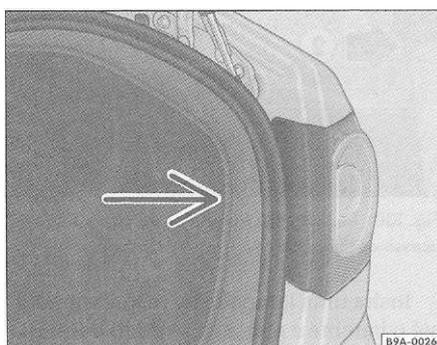

Fig. 131 Localização do conjunto lanterna traseira: acesso
- Desloque o revestimento do compartimento de bagagem => fig. 131 -seta- para acesso ao suporte das lâmpadas.